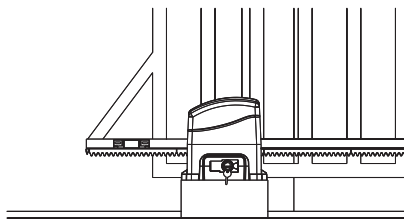

Fig.4
- Há casos em que o comprimento da cremalheira ficará maior que o comprimento do portão, nesse caso terá que ser confeccionado uma mão francesa para uma melhor fixação do mesmo como ilustra a (fig. 4).